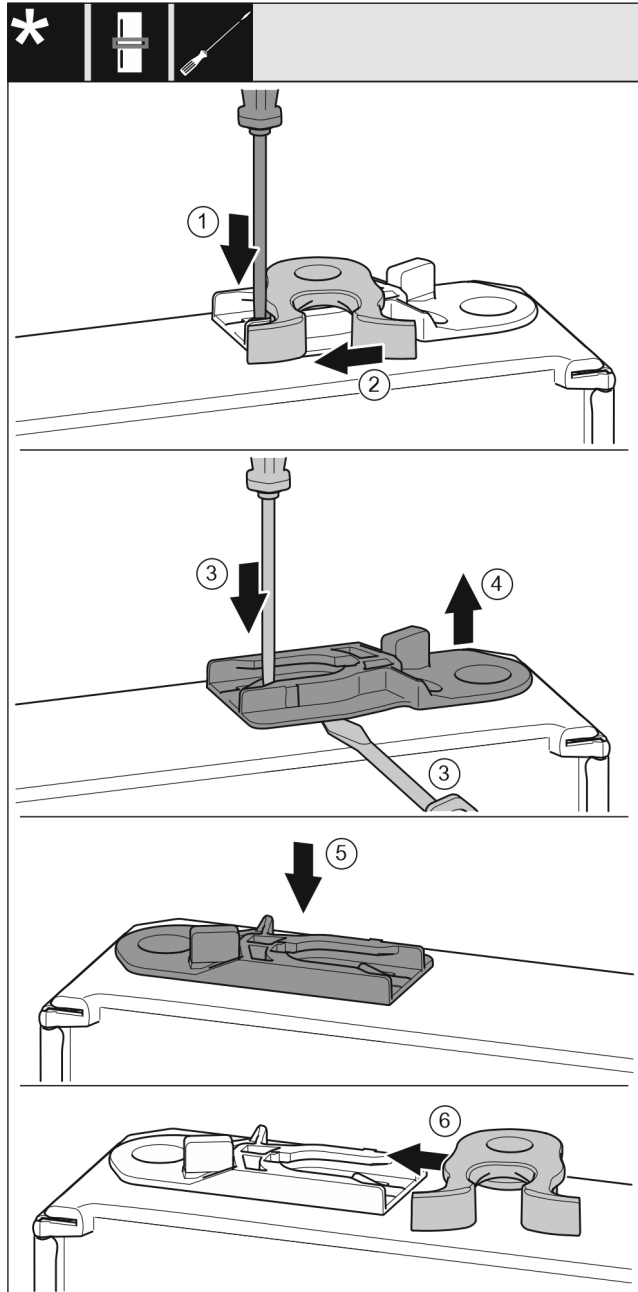

Fig. 19
- Strip Fig. 19 (1) met een platte schroevendraaier omlaag drukken.
- Sluithaak Fig. 19 (2) uit de geleiding trekken.
- Geleidebus Fig. 19 (3, 4) uittrekken: Strip met platte schroevendraaier indrukken en gelijktijdig een platte schroevendraaier onder de geleidebus plaatsen.
- In de leveringsomvang meegeleverde geleidebus Fig. 19 (5) in de andere behuizingszijde schuiven.
- Sluithaak Fig. 19 (6) in geleiding schuiven.